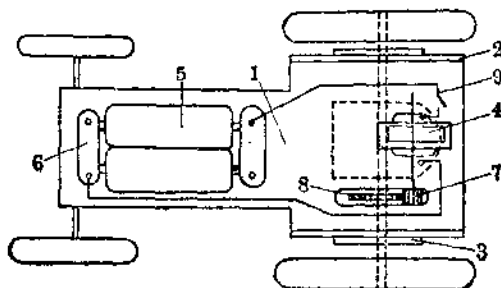

图 23
1. 电动机和前后轮安装：a. 把前轮装在轴架下的轮轴上。b. 把电动机垫高并固定在底板后部动力箱中。c. 把大齿轮放到底板上对准电动机轴上小齿轮而开的狭长洞内，然后把后轮轴穿过动力箱左右挡板预先开好的小孔（空心铆钉）内。做到轮轴上大齿轮和电动机轴上的小齿轮啮合。然后装上后轮。d. 把电池夹按图23所示，钉在车头底板上，当中空出能放两节五号电池的位置，并照线路接上。最后在车身后部装上开关。
部,再把左右挡板跟车头散热孔板和底板胶牢,然后把后挡板胶合在左右挡板后面。最后把车头盖板盖上。b. 在车头盖板左面用胶水把过滤器胶牢。在车头左右挡板两面胶上车灯。c. 方向盘和轴(跟底板成 75° 角)可用胶水胶在底板中部(或用小钉钉住)。d. 司机座椅胶合在座椅垫板上,然后把座椅垫板盖在电动机动力箱上。即装配成拖拉机(图 23)。